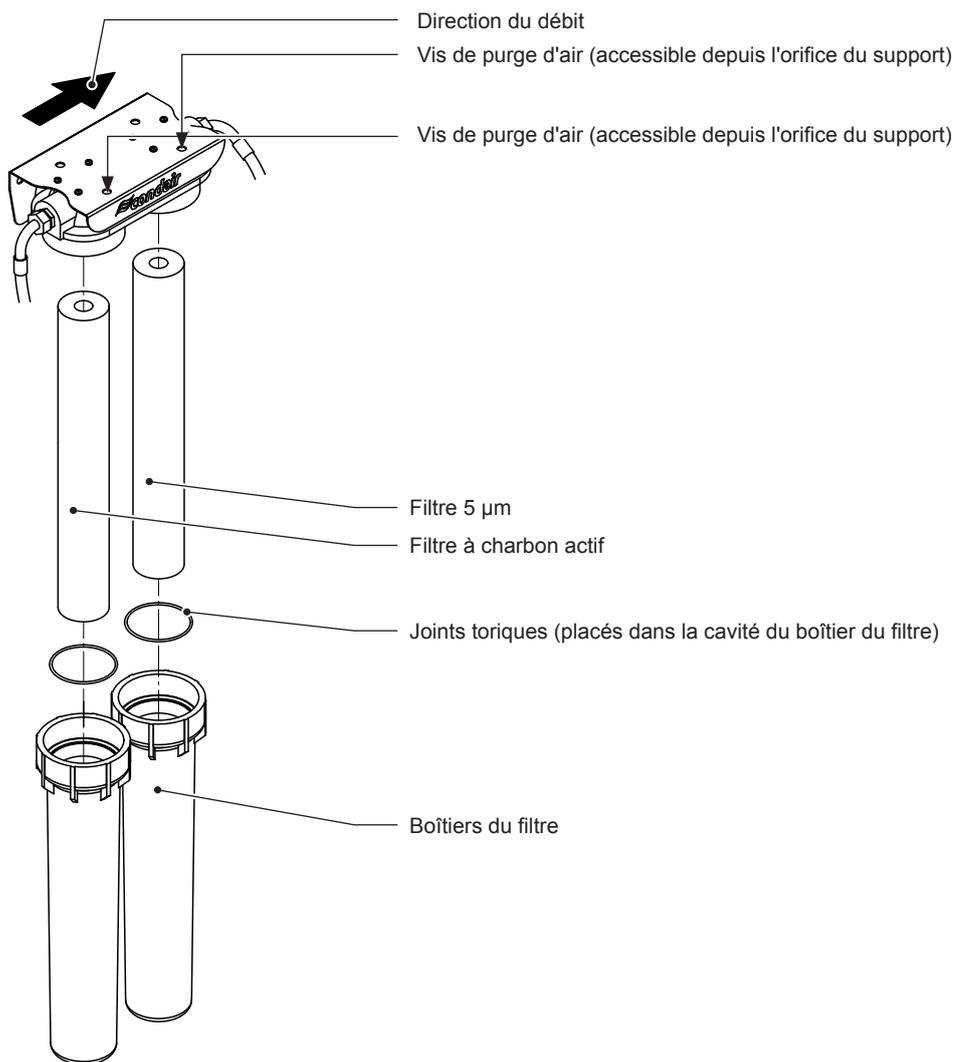

Fig. 15 : Remplacement de la membrane
8. Insérez la cartouche du filtre (cf. Fig. 15) dans le boîtier du filtre. Alignez la cartouche du filtre au centre du boîtier et vérifiez que le joint de la cartouche du filtre est bien placé.